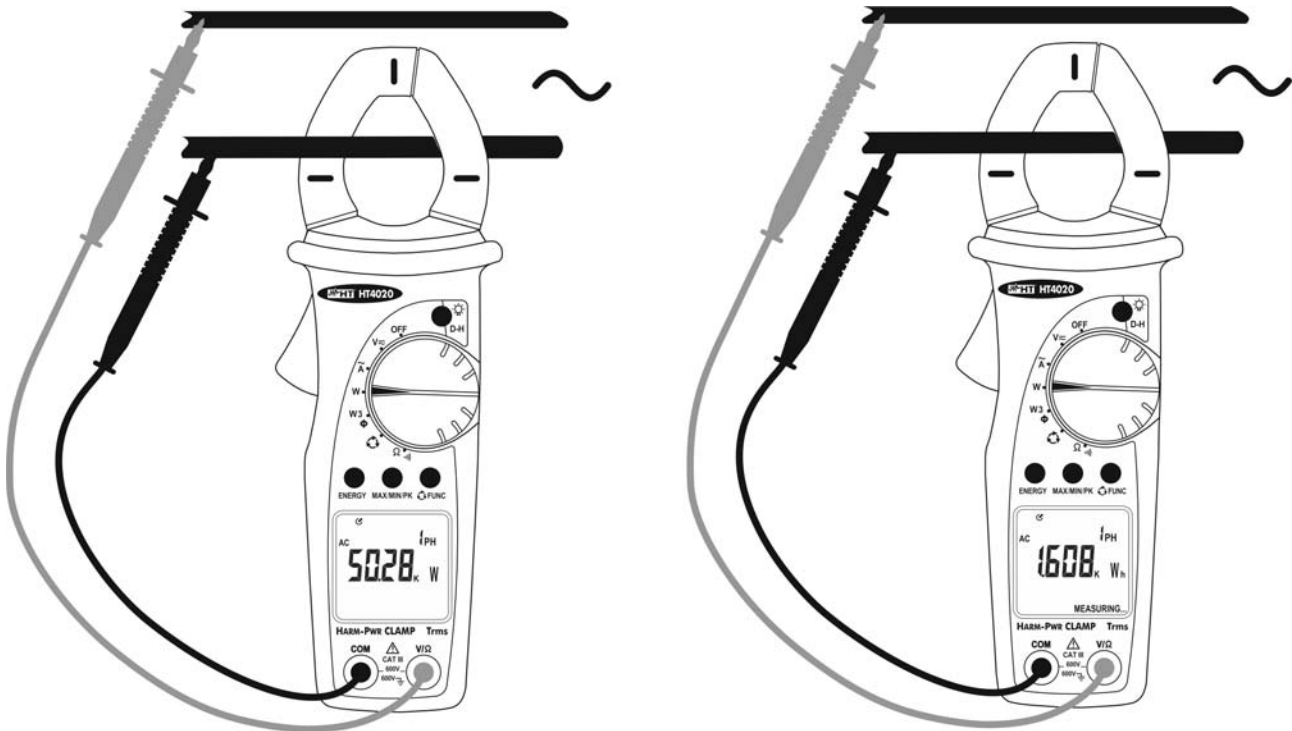

Abb. 11: Leistungs- und Energiemessung in 1 phasigen Systemen
2. Öffnen Sie die Zangenbacken und umschließen Sie damit einen einzelnen Leiter. Achten Sie dabei auf die Ausrichtungsmarkierungen auf den Zangenbacken. (s. § 4.1.2 und Abb. 11)
4. Verbinden Sie die Prüfspitzen mit dem gewünschten Messobjekt (s. Abb. 11). Der gemessene Leistungsfaktor und das Symbol **AC** werden auf dem Display angezeigt.